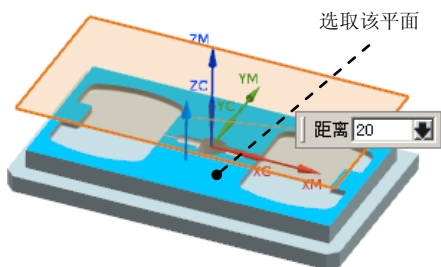

图 18.10 创建安全平面
Step3. 单击“安全平面”对话框中的 **指定** 按钮，选取图 18.10 所示的平面为参照，然后在 **偏置** 区域的 **距离** 文本框中输入值 20.0，单击 **确定** 按钮，系统返回“安全平面”对话框并创建一个安全平面，单击“安全平面”对话框中的 **显示** 按钮可以查看创建的安全平面。